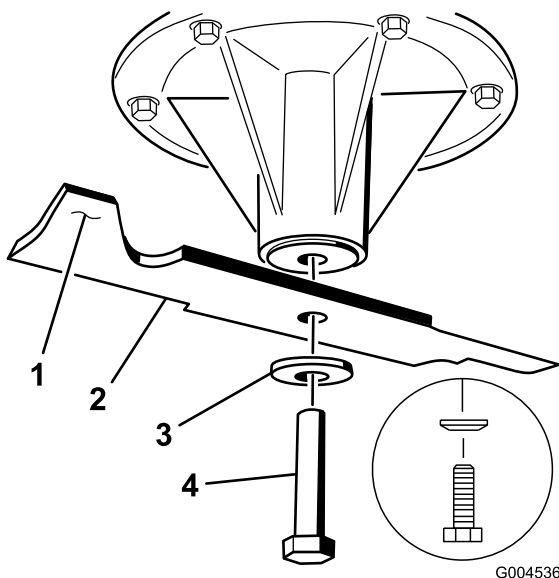

Figure 86
2. Enlevez de l'axe, le boulon, la rondelle bombée et la lame (Figure 86).
elle est équilibrée et peut être utilisée. Si la lame est déséquilibrée, limez un peu l'extrémité de la partie relevée seulement (Figure 86). Répétez cette procédure jusqu'à ce que la lame soit équilibrée.